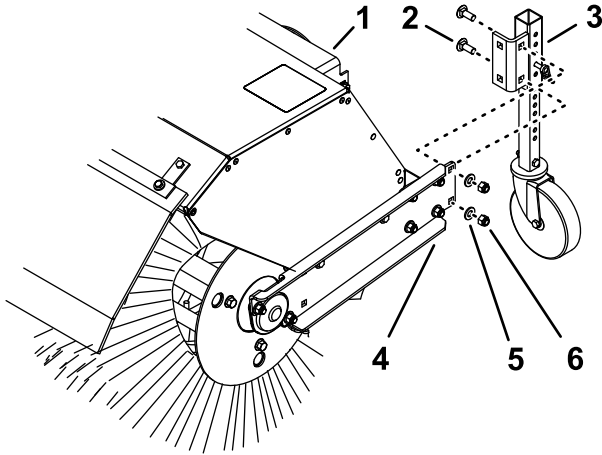

Bild 21
Wenn Sie im Schnee arbeiten, bewegen Sie die Laufräder von der Vorderseite des Kehrbürstenarms zur Rückseite der Haube der Kehrbürste (**Bild 21**).
- Entfernen Sie die beiden Sicherungsmuttern, Unterlegscheiben und Schlossschrauben (**Bild 21**), mit denen die Laufradhalterung am Kehrbürstenarm befestigt ist.
- Richten Sie auf der Rückseite der Haube der Kehrbürste die Löcher in der Laufradhalterung mit den Löchern auf der Innenseite des Kehrbürstenarms aus (**Bild 21**).
- Befestigen Sie die Laufradhalterung mit den beiden Sicherungsmuttern, Unterlegscheiben und Schlossschrauben am Kehrbürstenarm (**Bild 21**).